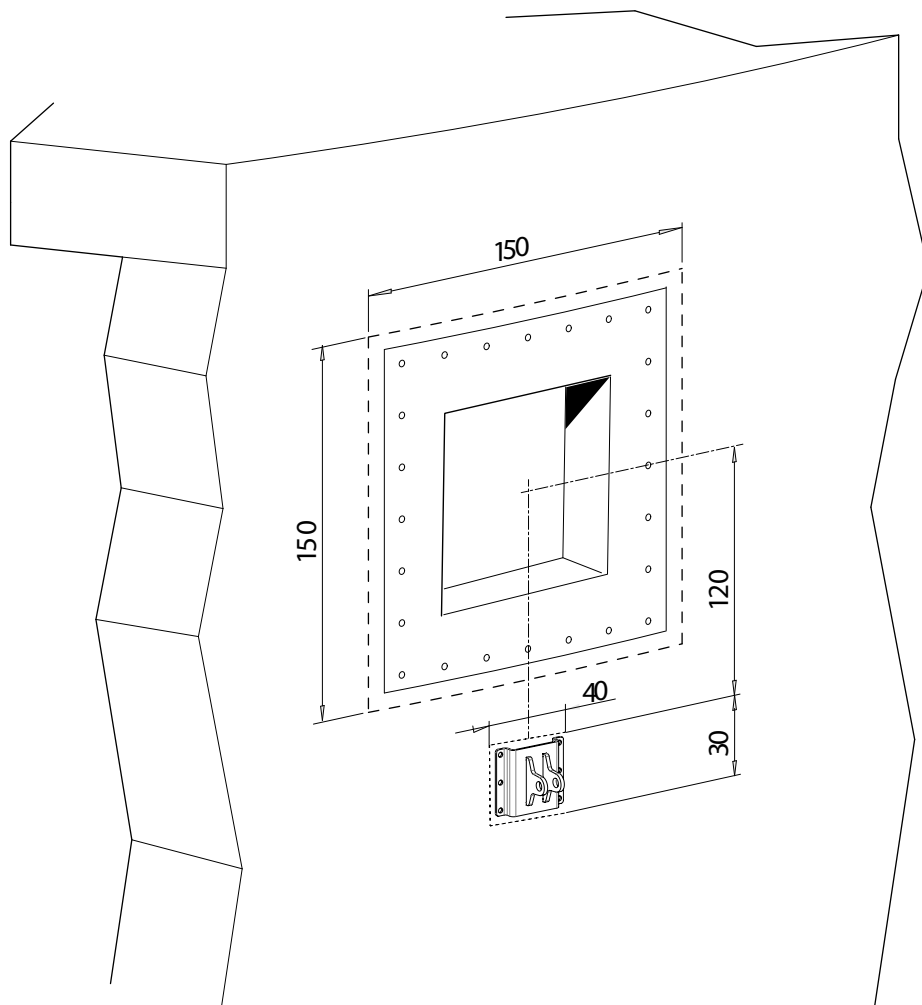

fig. 5: Emplacement de montage de la plaque d'étanchéité standard (dimensions données en cm)
- Tenir les zones indiquées dans fig. 5 exemptes de l'habillage et/ou de matériau isolant.
- Visser le support mural pour le cylindre hydraulique (fig. 5) avec les boulons d'ancrage M16 et 110 Nm.